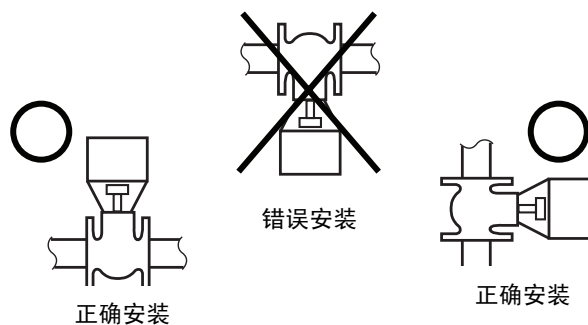

图4 执行器安装位置
- 6) 执行器可以安装在直立到侧向范围内的任意位置。ACTIVAL 阀门安装时应确保其执行器位于阀体的正上方（见图4）。然而，ACTIVAL 阀门用于室外时必须始终以直立方向安装。